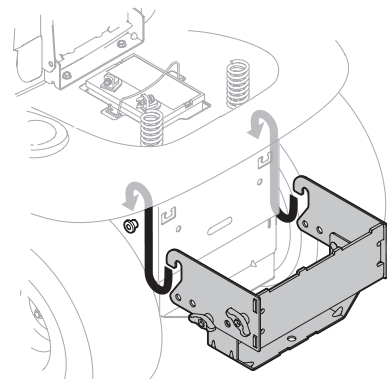

Figure 3
1. Placez les extrémités recourbées de la plaque de fixation sur les boulons à épaulement du tracteur et alignez l'orifice central du crochet de support de l'attelage avec l'orifice de l'attelage du tracteur. Consultez la Figure 3.